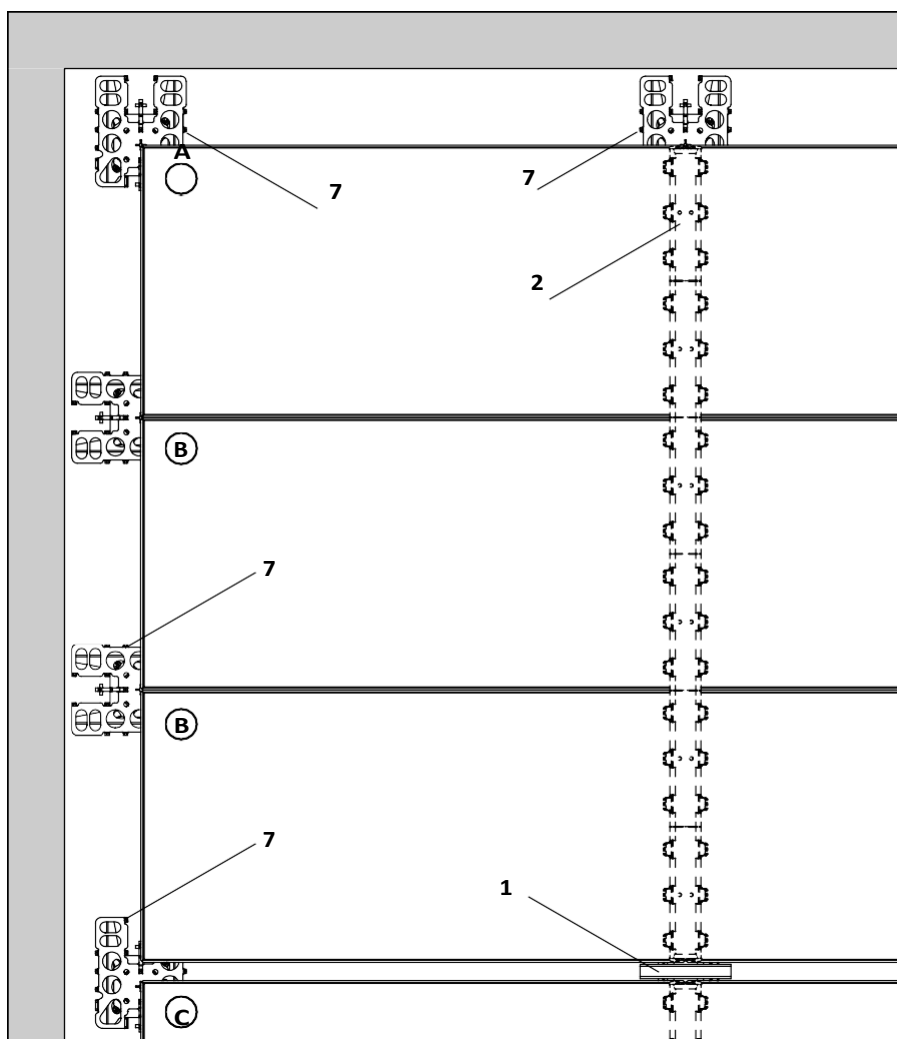

Fig. A5.19
В ъглите, където се срещат надлъжните и напречните изравнявания, комбинираната глава (7) е ориентирана по направление на надлъжния трегер. (Fig. A5.19 A)
Монтирайте конзолата на комбинираната глава (7) откъм областта за изравняване. (Fig. A5.19 B)
В системите с падаща глава (1), комб. глава (7) винаги е монтирана напречно, ако е поставена под покриващата лента. Като резултат от това панелите са предпазени от хлъзване. (Fig. A5.19 C)